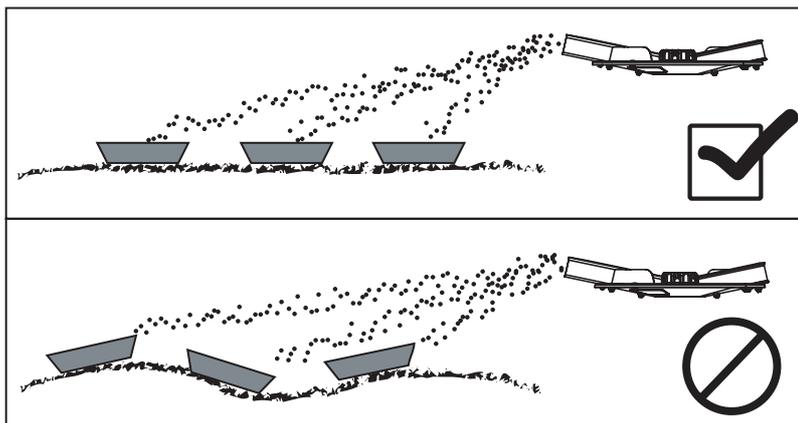

Figura 6.19: disposizione delle vaschette di raccolta
- Posizionare orizzontalmente le singole vaschette di raccolta. Vaschette inclinate possono causare errori di misurazione (figura 6.19).